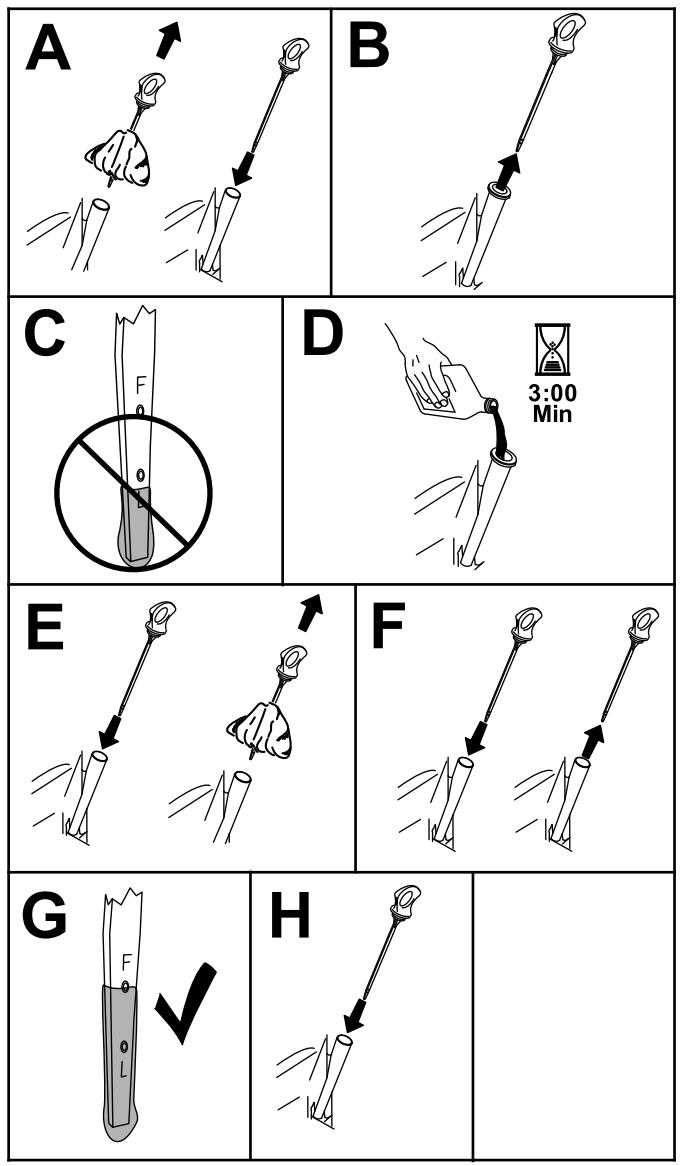

Bild 46
- Reinigen Sie den Bereich um den Ölfüllstutzendeckel bzw. den Peilstab vor dem Abnehmen, damit kein Schmutz oder Schnittgut usw. in den Motor gelangt (Bild 46).